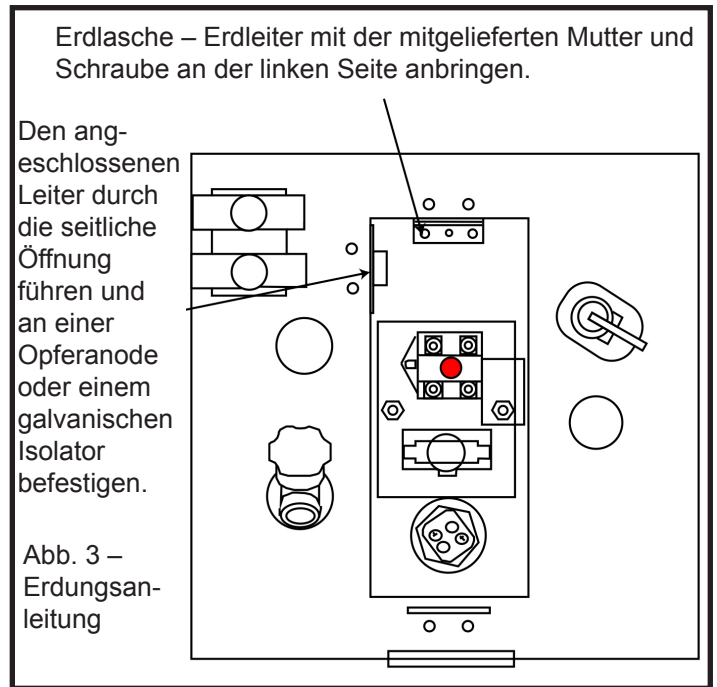

Abb. 3 – Erdungsanleitung
**Schritt 1** Deckel abnehmen, um an die Erdflasche heranzukommen. Sie befindet sich oben an der Innentafel und ist mit dem Erdungssymbol gekennzeichnet (siehe Abb. 3).